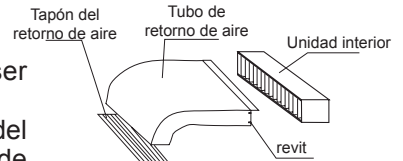

Figura 1
- (1) Corte un agujero en la pared e inserte el tubo de conexión y los cables de conexión por un tubo PVC de compra local. El agujero debe ser un poco inclinado hacia abajo con una inclinación como mínimo de 1/ 100 (véase Figura.1).
- (2) Antes del corte de agujero, asegúrese de que no haya colocado tubo ni armadura detrás de posición de corte. Se prohíbe cortar un agujero en el lugar de cables o tubos de conexión.
- (3) Suspnda la unidad en un techo horizontal y firme. Si la base de unidad no es estable, probablemente causará ruido, vibración o fuga.
- (4) Soporte la unidad firmemente y cambie las formas del tubo de conexión, conectando los cables y tubo de drenaje para que ellos puedan pasar fácilmente por el agujero.
2. Instalación de tubo de retorno de aire: Conecte un lado del tubo de retorno de aire con el puerto de retorno de aire de unidad interior con remaches, con el otro lado conectado con cortina de retorno de aire, como se muestra en Figura 1.